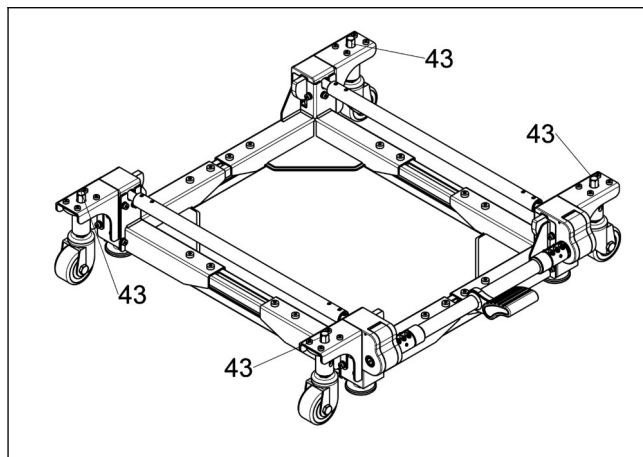

**Abb.18**
- a. Drehen Sie mit dem Ringgabelschlüssel „D“ die Stellschrauben „43“ im Uhrzeigersinn, um die Basis am entsprechenden Punkt anzuheben, Absenken funktioniert gegen den Uhrzeigersinn. Stellen Sie hier sicher, dass eine Bodenfreiheit von mindestens 10mm bzgl. der Stützfüße oder dem Maschinensockel vorhanden ist. (siehe **Abb.18**) .